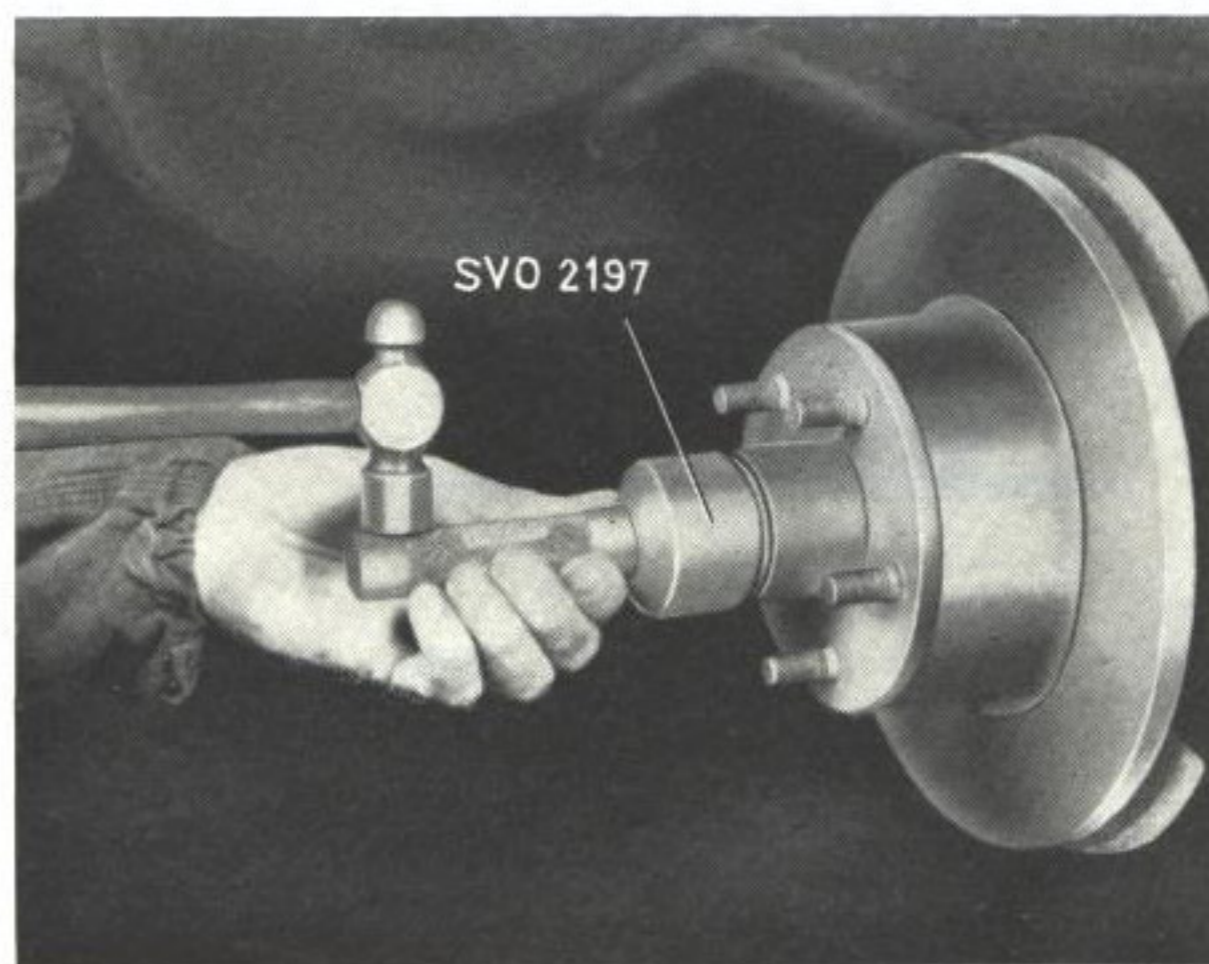

Bild 24. Demontering av fettkapsel.
3. Demontera fettkapseln med verktyg SVO 2197 (bild 24). Tag bort saxpinnen och kronmuffern. Drag av navet med avdragare SVO 1791 (bild 24). Drag av inre lagret från hjulspindeln med avdragare SVO 1794 (bild 26) om lagret sitter kvar.